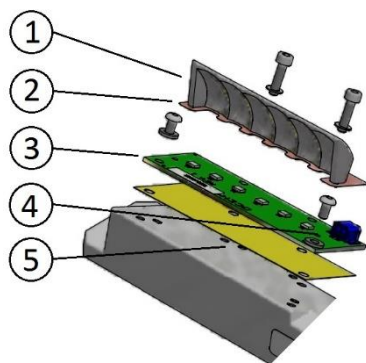

Figura 21 – Sostituzione del modulo LED
- scollegare il cavetto di alimentazione dal modulo LED (Figura 21- n°4)
- rimuovere il modulo LED (Figura 21 - n°3) ed il relativo riflettore (Figura 21 - n°1) dallo squadretto ferma prisma svitando le due viti TCEI M3x12
- assicurarsi che l'interfaccia termica (Figura 21 - n°5) sia correttamente posizionata sotto il modulo LED
- assicurarsi che il foglio isolante in Kapton (Figura 21 - n°2) sia correttamente posizionato sopra il modulo LED
- ricollegare il cavetto di alimentazione al modulo LED (Figura 21 - n°4)